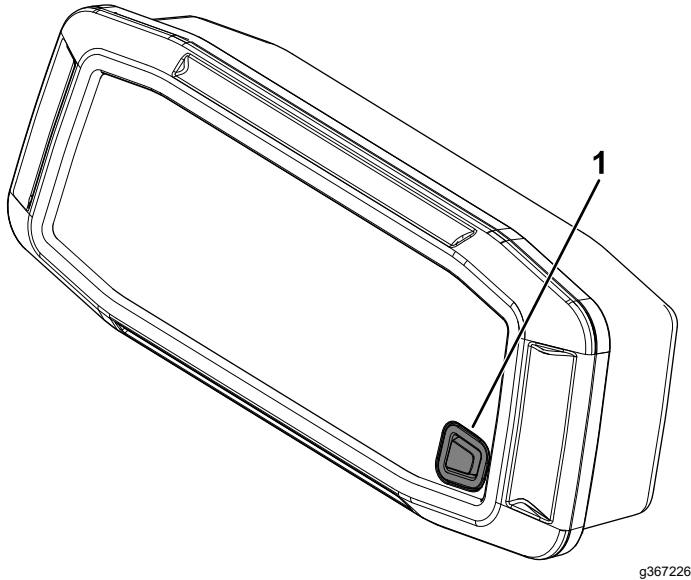

Bild 72
1. Drücken Sie die Taste (Bild 72) und halten Sie sie mindestens zehn Sekunden lang gedrückt.